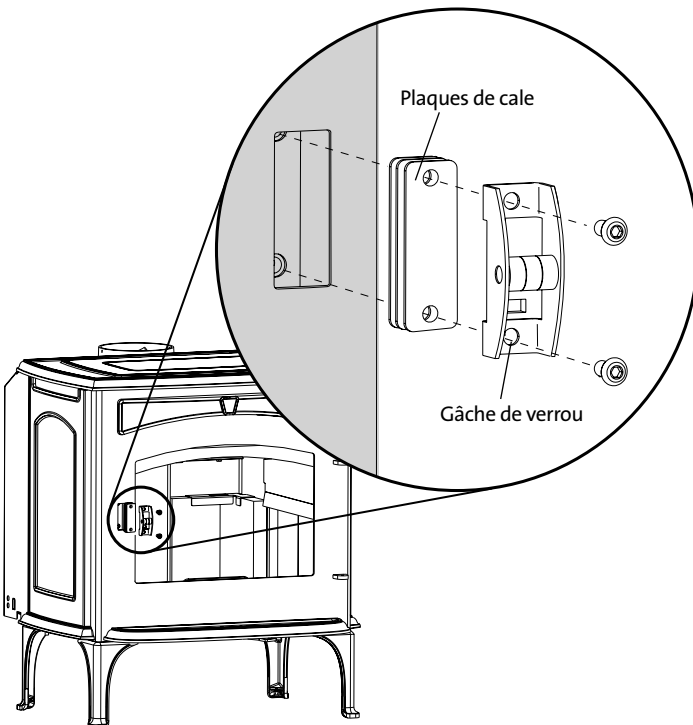

Figure 17. Réglage du verrou.
1. Retirez les deux vis à pans creux et la gâche de verrou du poêle. Voir la figure 17.